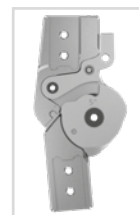

Fig. 18
- 8 Montez la partie inférieure de l'articulation (Fig. 18). Pour un montage simplifié de l'articulation de genou modulaire **NEURO LOCK**, veillez à ce que l'articulation modulaire soit fléchie.